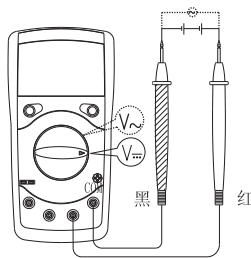

图3
1. 直流电压测量(见图3)
2. 交流电压测量(见图3虚线框所示)